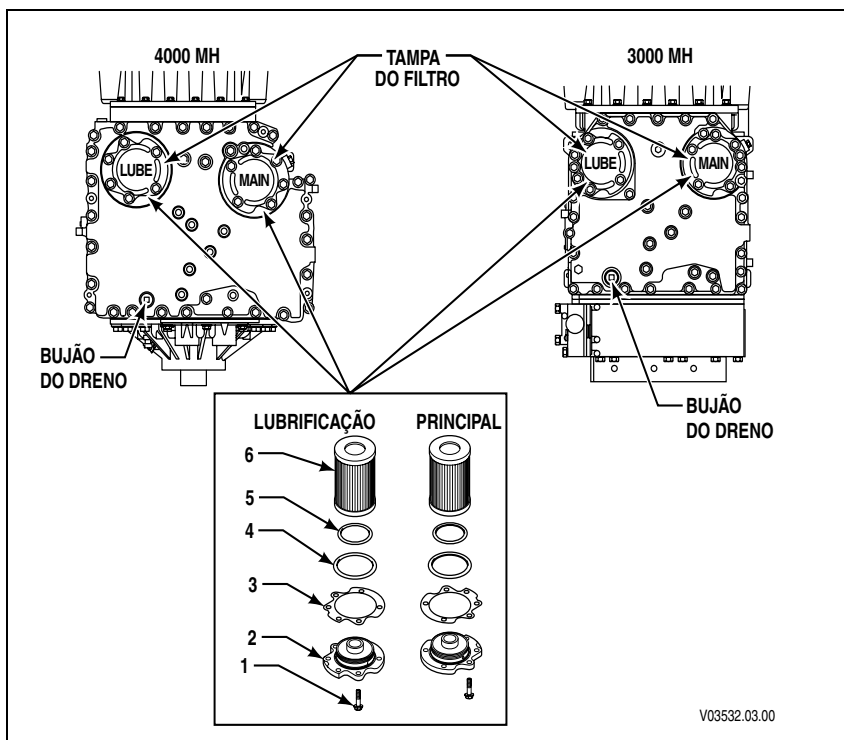

Figura 2-2. Localização dos filtros para serviço
b. Substituição de filtros. Consulte a Figura 2-2.